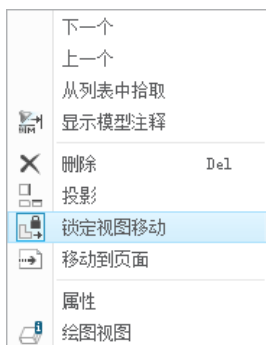

图 3.5.1 快捷菜单
Step2. 在图形区中右击左视图，在弹出的图 3.5.1 所示的快捷菜单中选择  锁定视图移动 命令（将该命令前面的  取消选中）。